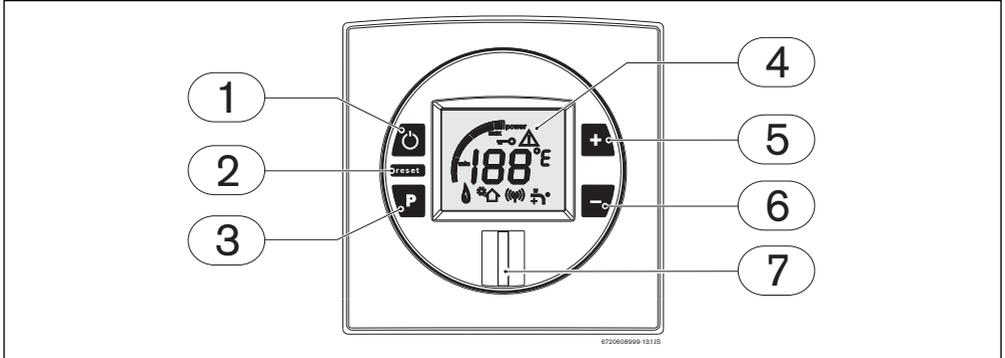

Fig. 6 Display de LCD
- ▶ Presionar y mantener presionado el botón de programación (Fig. 6, [3]), colocar el interruptor principal (Fig. 6, [1]) en la posición ON. Soltar la tecla de programación solamente cuando en el display aparezca "188".